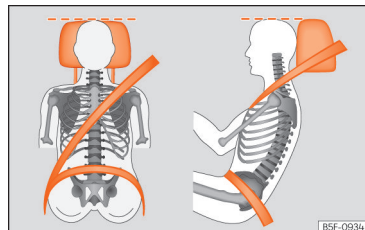

Рис. 18 Правильне положення ременя безпеки й підголовника.
жодному разі не має бути нижче рівня очей. Тримайте потилицю якнайближче до підголовника »» **рис. 18.**
- Відрегулюйте позовжне положення сидіння так, щоб ви могли повністю натискати педалі трохи зігнутими в колінах ногами. Водночас відстань між колінами й передньою панеллю повинна бути щонайменше 10 см »» **рис. 18.**